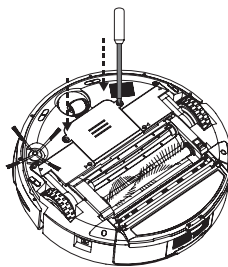

Рис. 1
1. Открутите болты отверткой, снимите крышку и достаньте батарею (см. рис. 1, рис. 2).